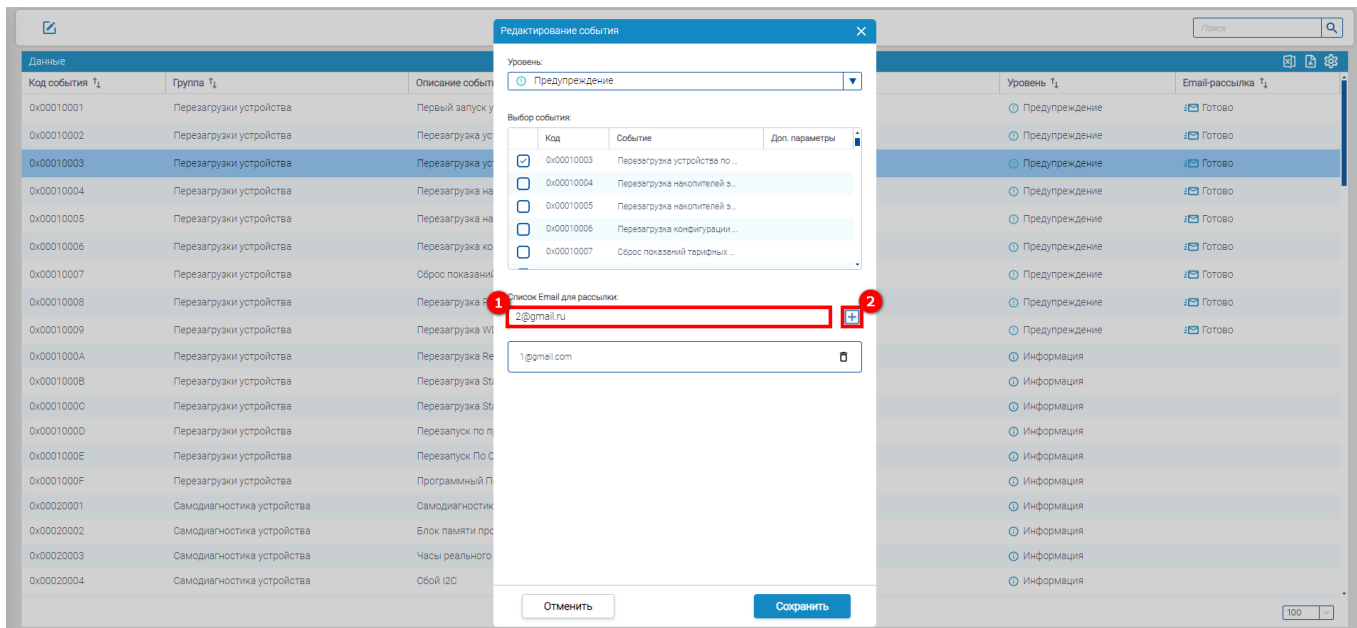

Рисунок 83 – Настройка уведомлений на электронную почту о произошедшем событии
После выбора уровня события необходимо указать адрес электронной почты (1) (см. рисунок 83), на который придет письмо о наступлении выбранного события, и нажать